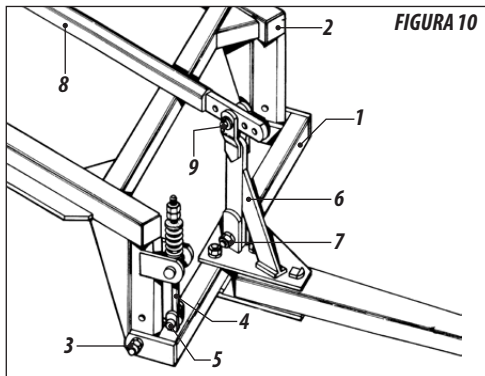

FIGURA 10
19 - Fixar o cabeçalho de engate item 1 figura 10, no montante item 2 com os parafusos e porcas item 3.